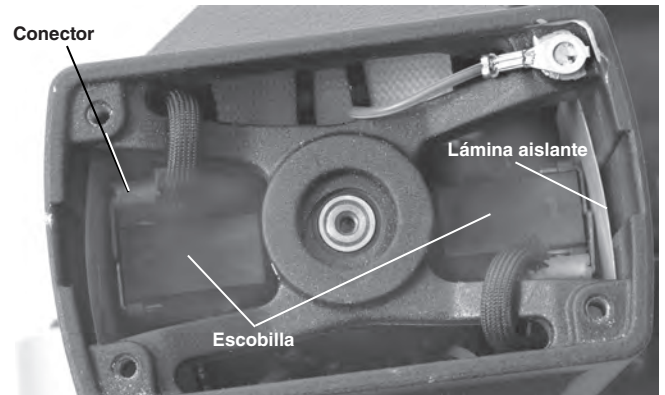

Figura 28 – Colocación de las escobillas – sin la tapa del motor
3. Con un par de alicates, jale hacia afuera las escobillas, en línea recta. Desconecte el conector. *Vea la Figura 28.*